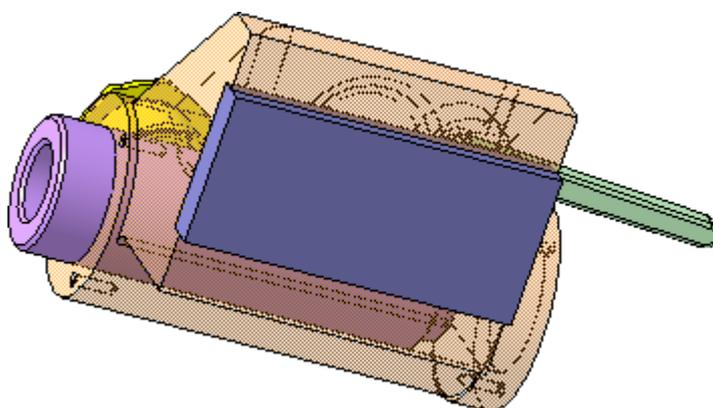

Рис. 93
- выйдите из режима редактирования детали нажатием на кнопке  **Редактировать на месте** – полученная деталь показана на рис. 93;